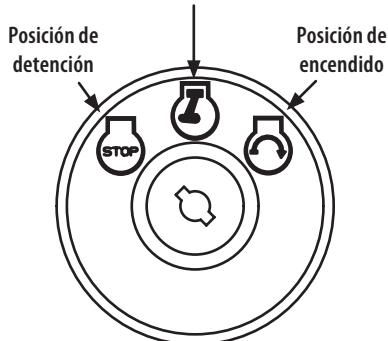

Figura 4
6. Gire la llave de encendido hacia la derecha hasta la posición START (Ⓐ) (arranque) (Figura 4). Una vez que arranque el motor, suelte la llave. Volverá a la posición (Ⓐ) CORTE NORMAL.